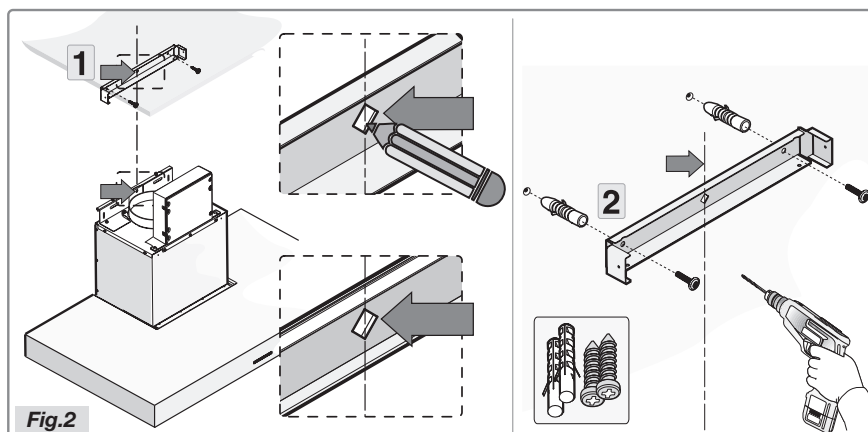

Fig. 2
- Positioneer de beugel met verwijzing naar de maten in figuur A en zet hem op zijn plaats met de meegeleverde schroeven en pluggen (Fig. 2).